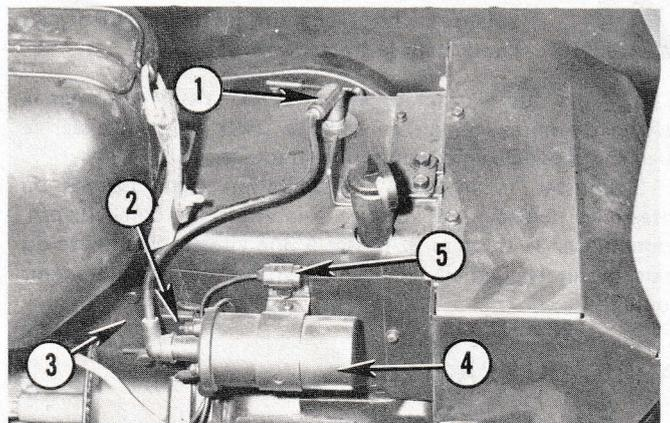
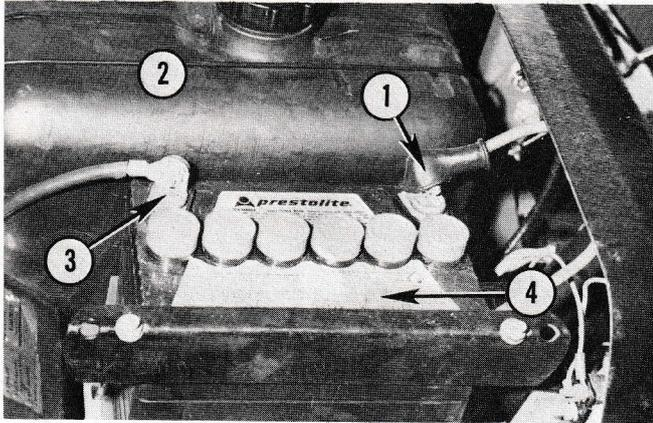

Fig. 11 – Régulateur-redresseur
Fig. 12 - Batterie
2. Si la batterie est déchargée et si on a besoin d'une batterie de renfort, débrancher l'alternateur en séparant le connecteur (N° 2, Fig. 11) du régulateur-redresseur (N° 3). Si on néglige de le faire, l'alternateur peut être endommagé quand la batterie est branchée en dérivation. Débrancher toujours la batterie de renfort pour que les câbles positifs (+) soient au positif, et les câbles négatifs (-) au négatif (Fig. 12). Les bornes de la batterie sont marquées. Si la batterie a besoin d'une charge, toujours l'enlever du tracteur. Ne pas oublier de rebrancher le régulateur-redresseur quand le moteur a démarré.